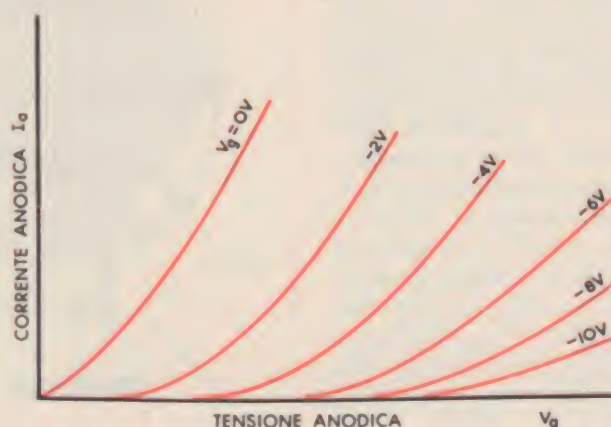

Fig. 22
Dato che vi sono tre quantità variabili, vale a dire, tensione anodica (1), tensione di griglia (2) e corrente anodica (3), è possibile tracciare un altro grafico (fig. 22), che presenta una serie di curve ciascuna delle quali chiarisce come la corrente anodica varia rispetto alla tensione anodica, mantenendo costante il valore del potenziale di griglia.